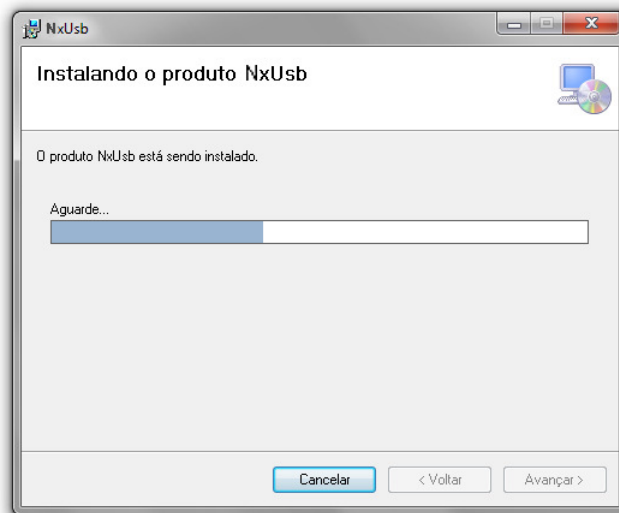

Figura 12
- Aguarde enquanto o software de instalação copia os arquivos necessários (Figura 12)